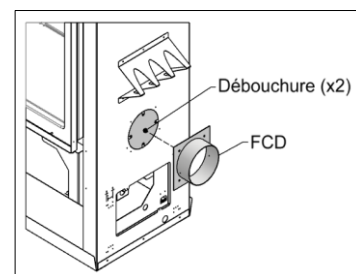

Figure 4-3 : Débouchure Astra Duo pour l'ensemble de distribution d'air chaud pulsé (deux côtés)
1. Retirer la débouchure de 5 po d'un côté ou de l'autre du foyer (voir la Figure 4-3).
2. Installer le connecteur foyer-conduit (FCD – Élément 3) sur le côté du foyer à l'endroit de la débouchure (Figure 4-3). Fixer le connecteur à l'aide des quatre vis métalliques.